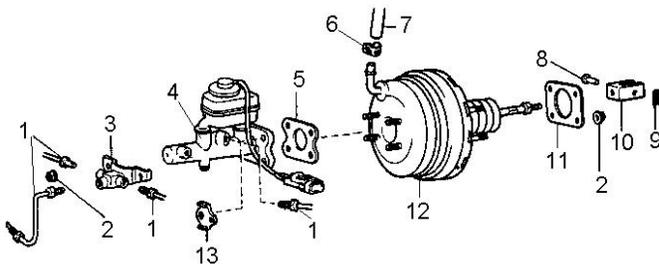
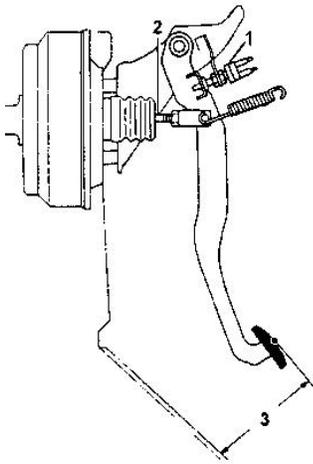

Рис. 4-1.
Рис. 4-2. Схема проверки хода педали тормоза
Измерьте полный ход педали тормоза «3» см. рис. 4-2. Он должен составлять 145...155 мм. Полный ход педали тормоза измеряется при отсоединенном от вакуумного усилителя главном тормозном цилиндре или отсоединенных от главного тормозного цилиндра тормозных трубок. В противном случае полный ход педали замерить невозможно. Регулировка полного хода педали тормоза осуществляется изменением длины толкателя 2 вакуумного усилителя. Перед началом регулировки обязательно снимите выключатель сигнала торможения 1 (порядок работы с ним см. ниже), иначе, поднимая педаль его можно поломать. Ослабьте контргайку 2 (рис. 4-1.), отсоедините палец 8. Приподнимите педаль и, вращая вилку 10 толкателя, установите нужное положение педали. Вставьте на место палец 8 и затяните контргайку 2. Установите на место и отрегулируйте выключатель сигнала торможения.
Регулировка осуществляется перемещением выключателя, для этого отсоедините от выключателя подходящий к нему жгут проводов, отпустите контргайку. Вращая корпус выключателя 1 (рис. 4-2.), переместите его в нужную сторону. Затяните контргайку и подсоедините жгут проводов. Проверьте правильность работы стоп-сигналов. При опущенной педали тормоза они не должны гореть, а включаться должны при нажатии на педаль на 10...15 мм.
Снятие и установка. Чтобы снять кронштейн педали (рис. 4-2.):
- снимите палец 8 (рис. 4-1.), а затем отсоедините от педали вилку 10;
Сборку проводите в обратном порядке. При сборке смажьте консистентной смазкой Литол-24 ось педали тормоза 6, втулки 7, концы пружины 2, палец 8 (рис. 4-1.), места соединения вилки 10 с педалью.